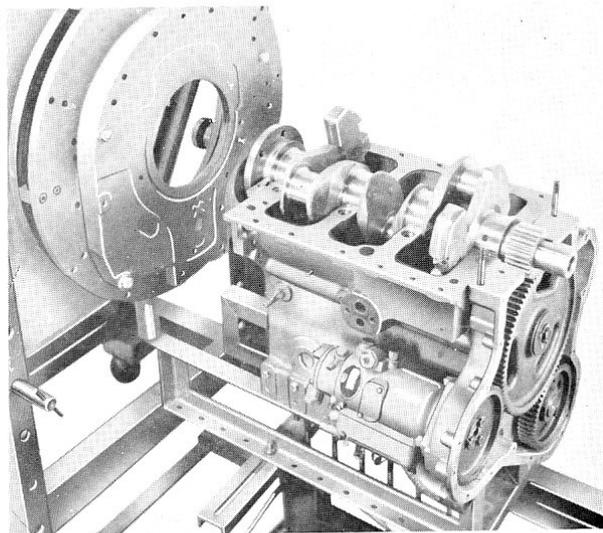

Fig. 35
- 8° Le moteur étant déséquipé de tout élément qui entraverait le dégagement du vilebrequin (fig. 35), déposer celui-ci, les